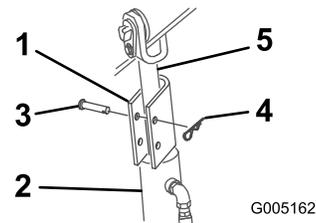

Рисунок 22
4. Опустите замок гидроцилиндра на шток каждого гидроцилиндра подъема (Рисунок 22).
5. Закрепите каждый замок гидроцилиндра при помощи шплинтуемого штифта и шплинта (Рисунок 22).